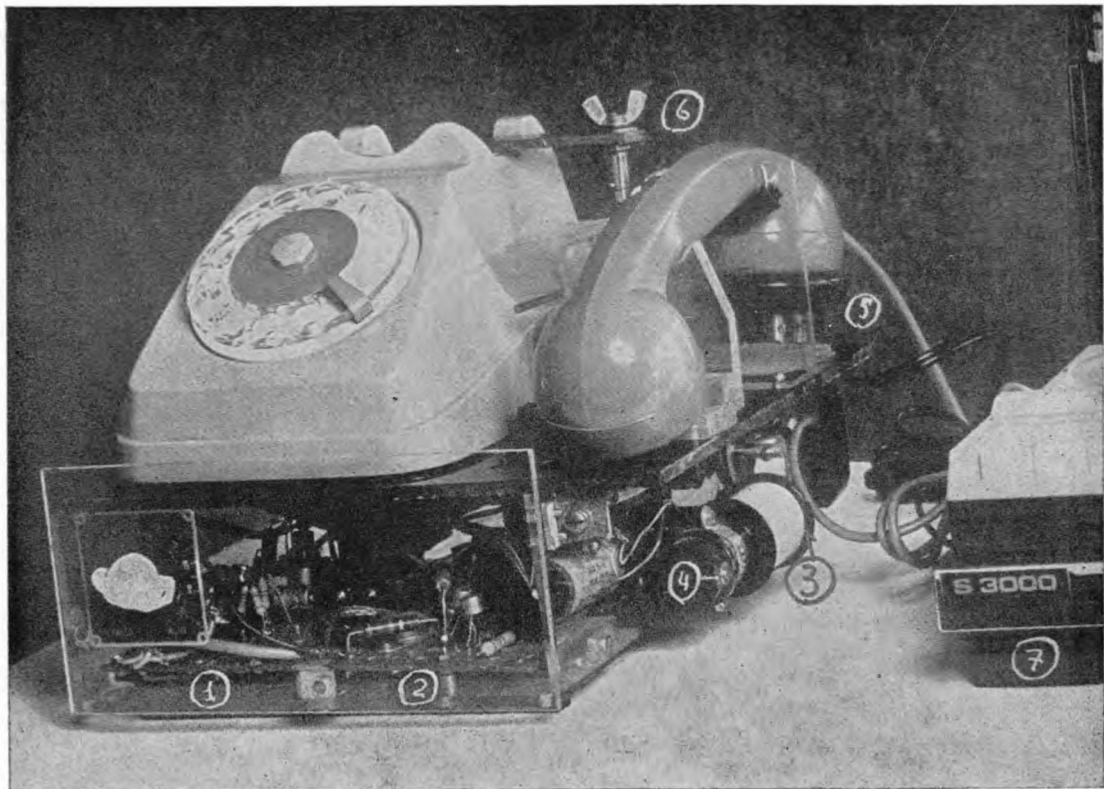

figura 1
- 11. Auricolare (n. 5 di figura 1);
- 12. Leva di comando (n. 6 di figura 1);